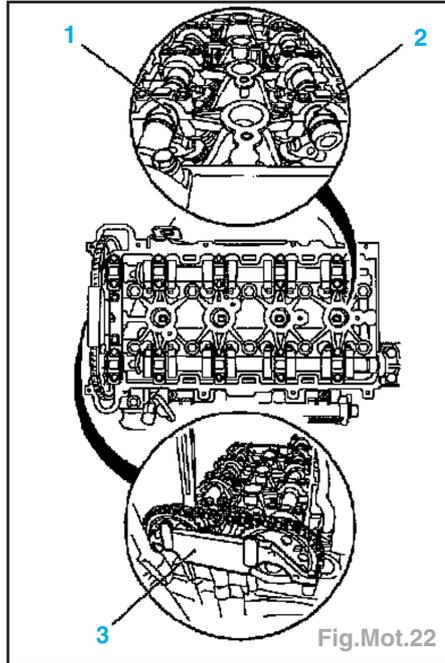

Fig.Mot.22
Nota : Dans cette position, les cames (1 et 2) du 4^{ème} cylindre sont orientées vers le haut, et il doit être possible de mettre en place l'outil KM-6148 (3) (Fig.Mot.22).
Nota : Dans cette position, les cames (1 et 2) du 4^{ème} cylindre sont orientées vers le haut (Fig.Mot.22).
haut, et il doit être possible de mettre en place l'outil KM-6148 (3) (Fig.Mot.22).